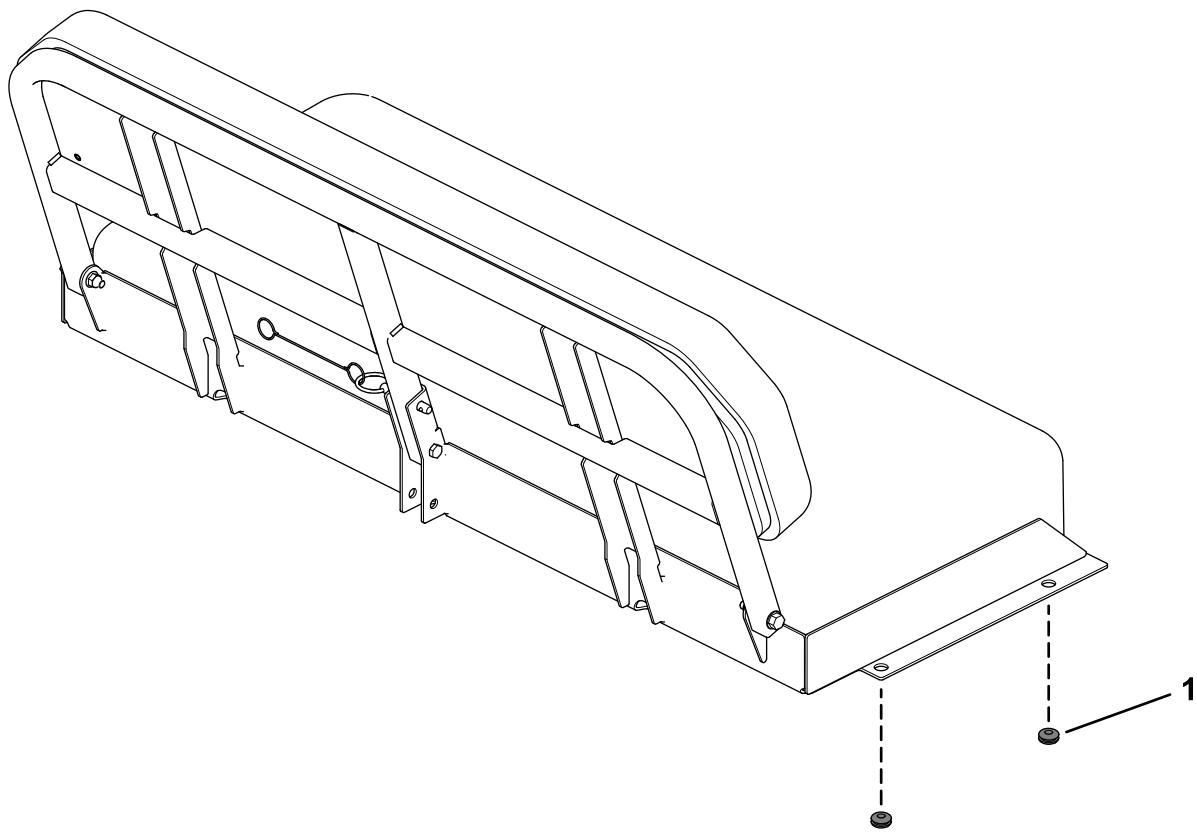

Figure 10
9. Montez 4 bagues en caoutchouc sur les bords de la base du siège, comme montré à la Figure 10.